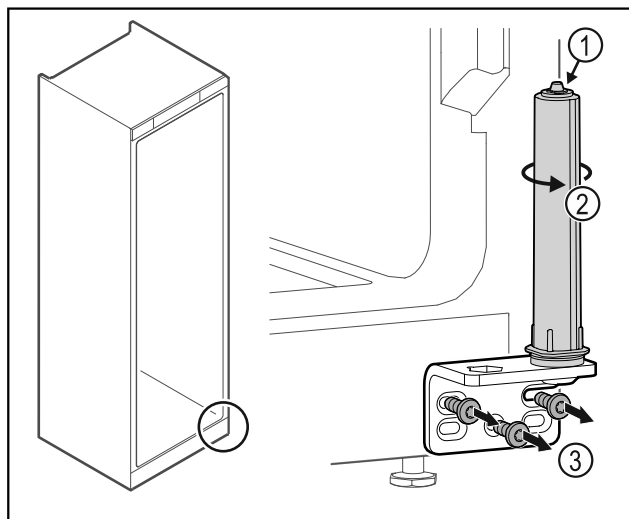

Fig. 35
- Deursluitsysteem niet uit elkaar halen Fig. 35 (1).
- Sluitsysteem Fig. 35 (2) draaien tot het klikt.
- Scharnierhoek Fig. 35 (3) losschroeven.